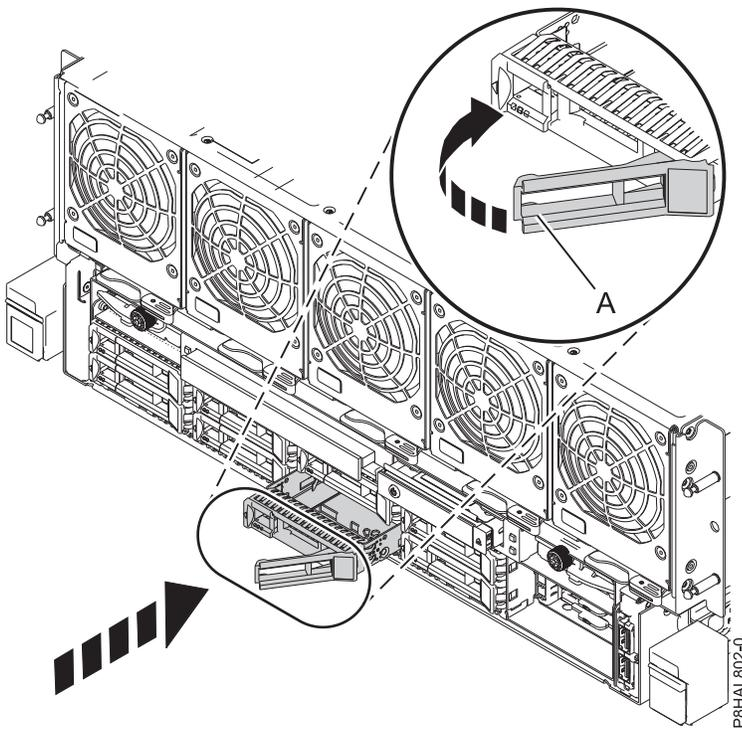

Abbildung 24. Plattenlaufwerk austauschen - System vom Typ 8408-44E oder 8408-E8E
3. Entriegeln Sie den Griff (A) des Laufwerks, indem Sie ihn zusammendrücken und zu sich hin nach außen ziehen. Wird der Griff nicht ganz nach außen gezogen, lässt sich das Laufwerk nicht in das System einschieben. Siehe Abb. 24.
7. Wenn die Kennzeichnungs-LED leuchtet, ohne zu blinken, schieben Sie das Laufwerk ganz in das System ein und drücken den Griff des Laufwerks (A) ein, bis er einrastet (siehe folgende Abbildung).